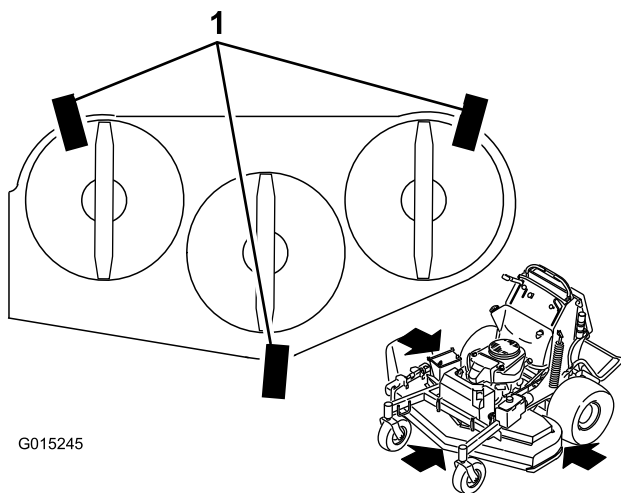

Figure 85
1. Placez 3 cales de 2x4 sous le plateau de coupe comme illustré à la Figure 85. Disposez les cales de 2x4 à 10 cm d'intervalle.